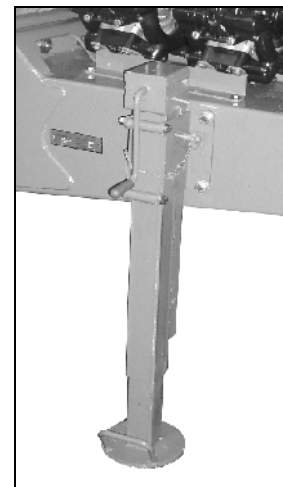

Fig. 40
- Sänk ned stödbenet (Fig. 40) då växtskyddssprutan ska frångöras.